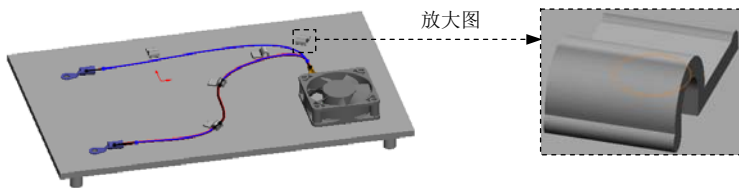

图 11.8.54 线夹旋转的结果
Step3. 参照 Step1 和 Step2, 旋转另一线夹,在  旋转(R) 区域的  文本框中输入数值-120.0。旋转结果如图 11.8.54 所示。